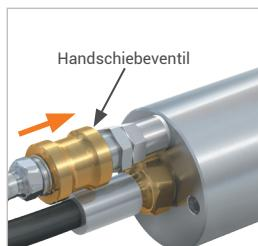

Abbildung 4
- ▶ Schieben Sie Schieberhülse des Handschiebeventils (Pos. 6) nach vorne (*Abbildung 4*). Der Steuerdruck wird zugeführt. Die elastischen Frontdichtungen (Pos. 7) werden komprimiert, der Adapter zieht sich selbstständig an den Prüfling an und stellt eine druckdichte Verbindung her.